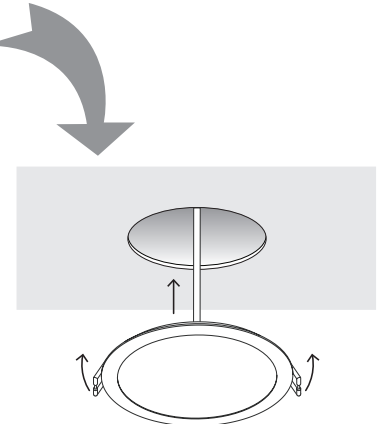

Figure 4
2. Pousser les clavettes sur le montage vers le haul et insérez la base de fixation dans le trou de montage. Relâchez les clavettes et l'appareil sera tiré au ras du plafond. (Figure 4)